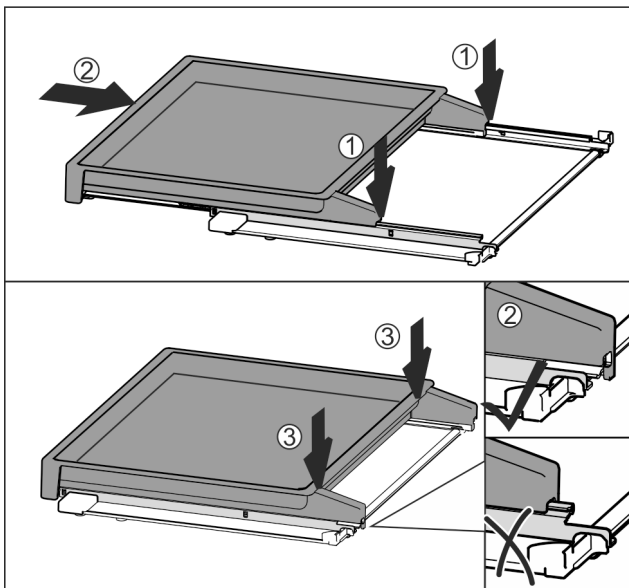

Fig. 110
- Colóquelo centrado sobre los rieles Fig. 110 (1).
- Introduzca por completo el estante extraíble Fig. 110 (2).
- Presione en el lado trasero hasta que encaje de forma perceptible Fig. 110 (3).